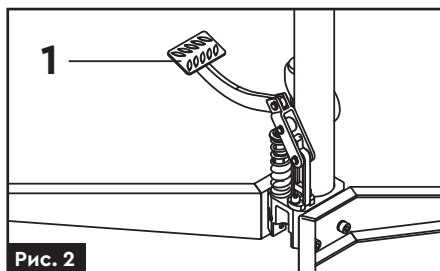

Рис. 2
3. За допомогою насоса з педальним керуванням **(1)** підніміть і встановіть стійку на потрібну висоту (**рис. 2**).